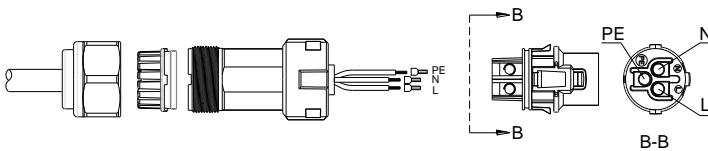

FIG. 7-5 Posições do terminal CA
3) Insira os condutores L, N e PE nos terminais correspondentes do conector (de acordo com a FIG. 7-5) e em seguida aperte os parafusos com uma chave de fenda para fixar os condutores firmemente. Torque: 2 N.m.